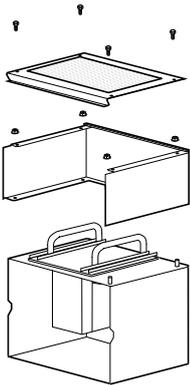
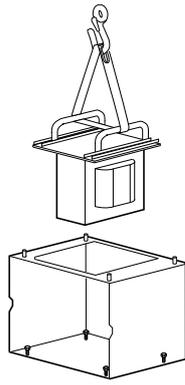

Figura 2
Figura 3
1 Desmonte los elementos de la inductancia de CC (figura 2), que posteriormente volverá a montar, y retire la inductancia con ayuda de un polipasto (figura 3).
2 Desmonte los tornillos de fijación (figura 3) del soporte de la inductancia al palet.
- 1 Desmonte los elementos del o de los transformadores (figura 2), que posteriormente volverá a montar, y retire los transformadores con ayuda de un polipasto (figura 3).
- 2 Desmonte los tornillos de fijación (figura 3) del soporte del o de los transformadores.